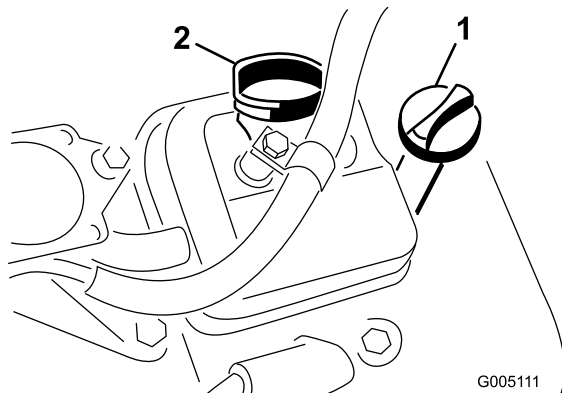

Figura 22
3. Avvitare l'asta nel tubo e verificare che sia fissata saldamente (Figura 22).